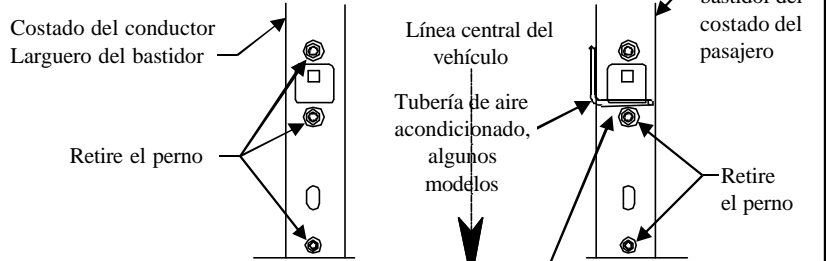

Figura 2
2. Encaje el tubo protector plástico en su lugar sobre la tubería del aire acondicionado en el lado del pasajero cerca del perno, si lo hay. Ver Figura 2 arriba.
3. Retire los pernos existentes de los largueros del bastidor como se muestra en la Figura 2, (3) en el costado del conductor, (2) en el costado del pasajero y retenga para la instalación del enganche.